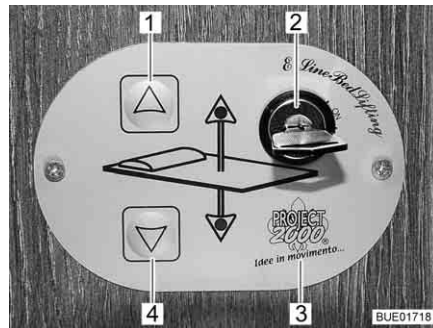

Bild 124 Kontrollenhet
Med knapparna (Bild 124,1 och 4) på kontrollenheten (Bild 124,3) sänks och lyfts den höjbara sängen. Med nyckelbrytaren (Bild 124,2) säkras kontrollenheten mot obehörig användning.
- Vrid nyckeln i nyckelbrytaren (Bild 124,2) 90° medurs. Kontrollenheten (Bild 124,3) är aktiverad.
- Tryck på pilknappen (Bild 124,4) och håll den så länge intryckt till den höjbara sängen sänks ned till önskad position.
- Tryck på pilknappen (Bild 124,1) och håll den så länge intryckt till den höjbara sängen lyfts fram till gränsställningen.
Nöddrift Om den höjbara sängen inte längre går att flytta med pilknapparna (Bild 124, 1 och 4), skall du först kontrollera säkringen i det främre väggskåpet på den vänstra fordonssidan, resp. på reserv 3 vid el-blocket (se avsnitt 8.9.1). Om säkringen är ok och den höjbara sängen ändå inte går att flytta, kan den höjbara sängen manövreras manuellt.